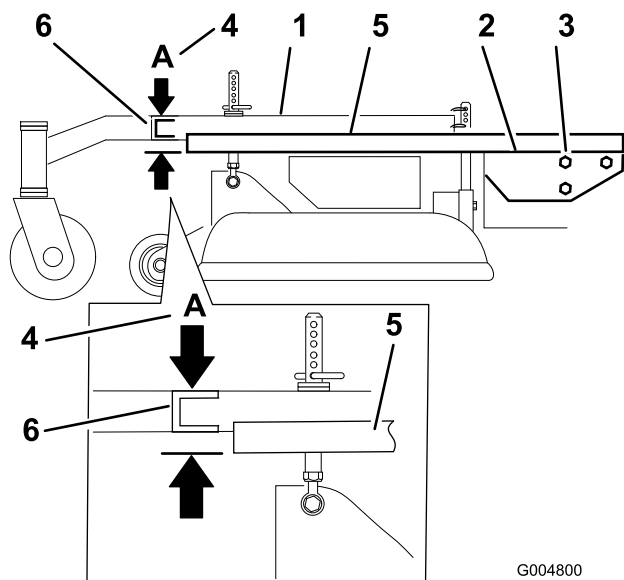

Figura 52
3. Posizionate un lungo bordo diritto sopra la scocca del motore come illustrato in Figura 52.
4. Al canale trasversale del telaio portante, misurate l'altezza al punto **A** (Figura 52).
6. Allentate i bulloni di fissaggio del telaio portante su entrambi i lati della macchina (Figura 52).
7. Allineate il telaio portante e la scocca del motore portandoli a 33 mm, più o meno 6 mm al punto **A** (Figura 52).